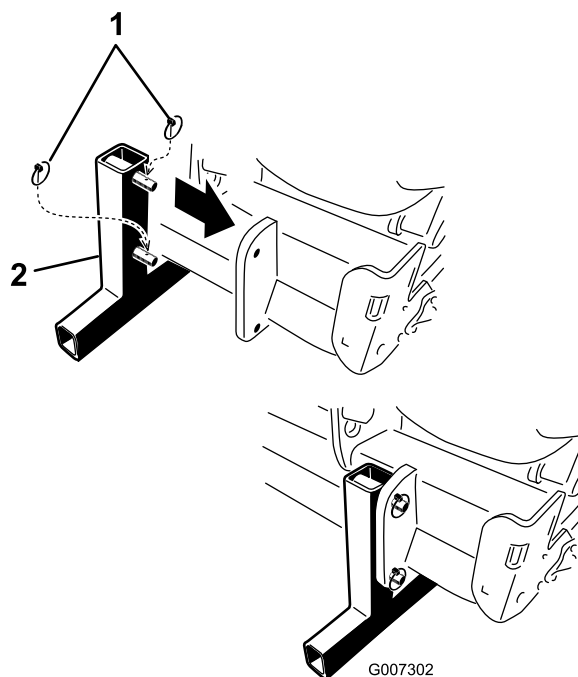

図 39
5. エアレータを保管用スタンドに載せ、リンチ・ピンで固定する（図 39）。